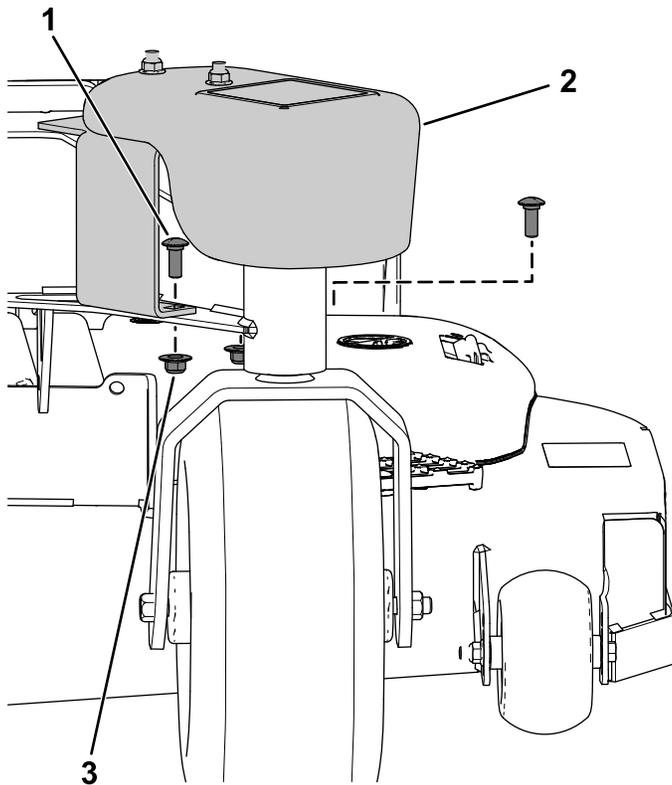

Figura 6
1. Fissate il peso sul braccio orientabile con 2 bulloni a testa tonda ( $\frac{3}{8}$ " x 1") e 2 dadi flangiati ( $\frac{3}{8}$ ") come illustrato nella Figura 6.